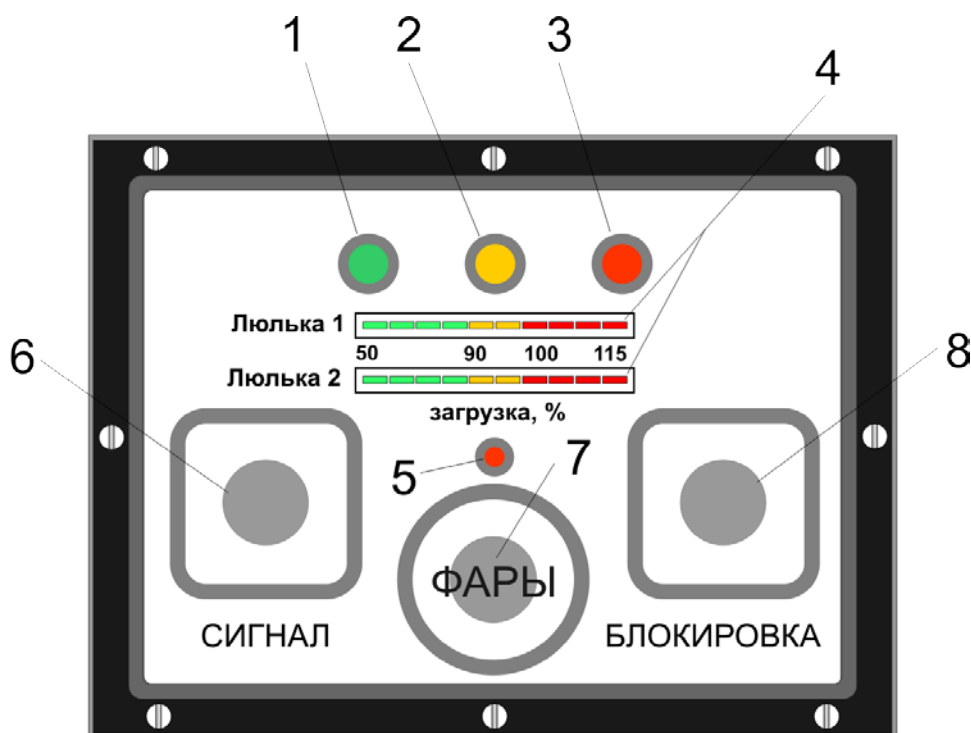

Рис.1
6.4. Блок АОГ, рис.1, представляет собой микропроцессорный контроллер, воспринимающий информацию от входных цепей и вырабатывающий сигналы управления для реле и индикаторов состояния подъемника.
6.4.5. На передней панели блока АОГ, Рис.1, расположены: